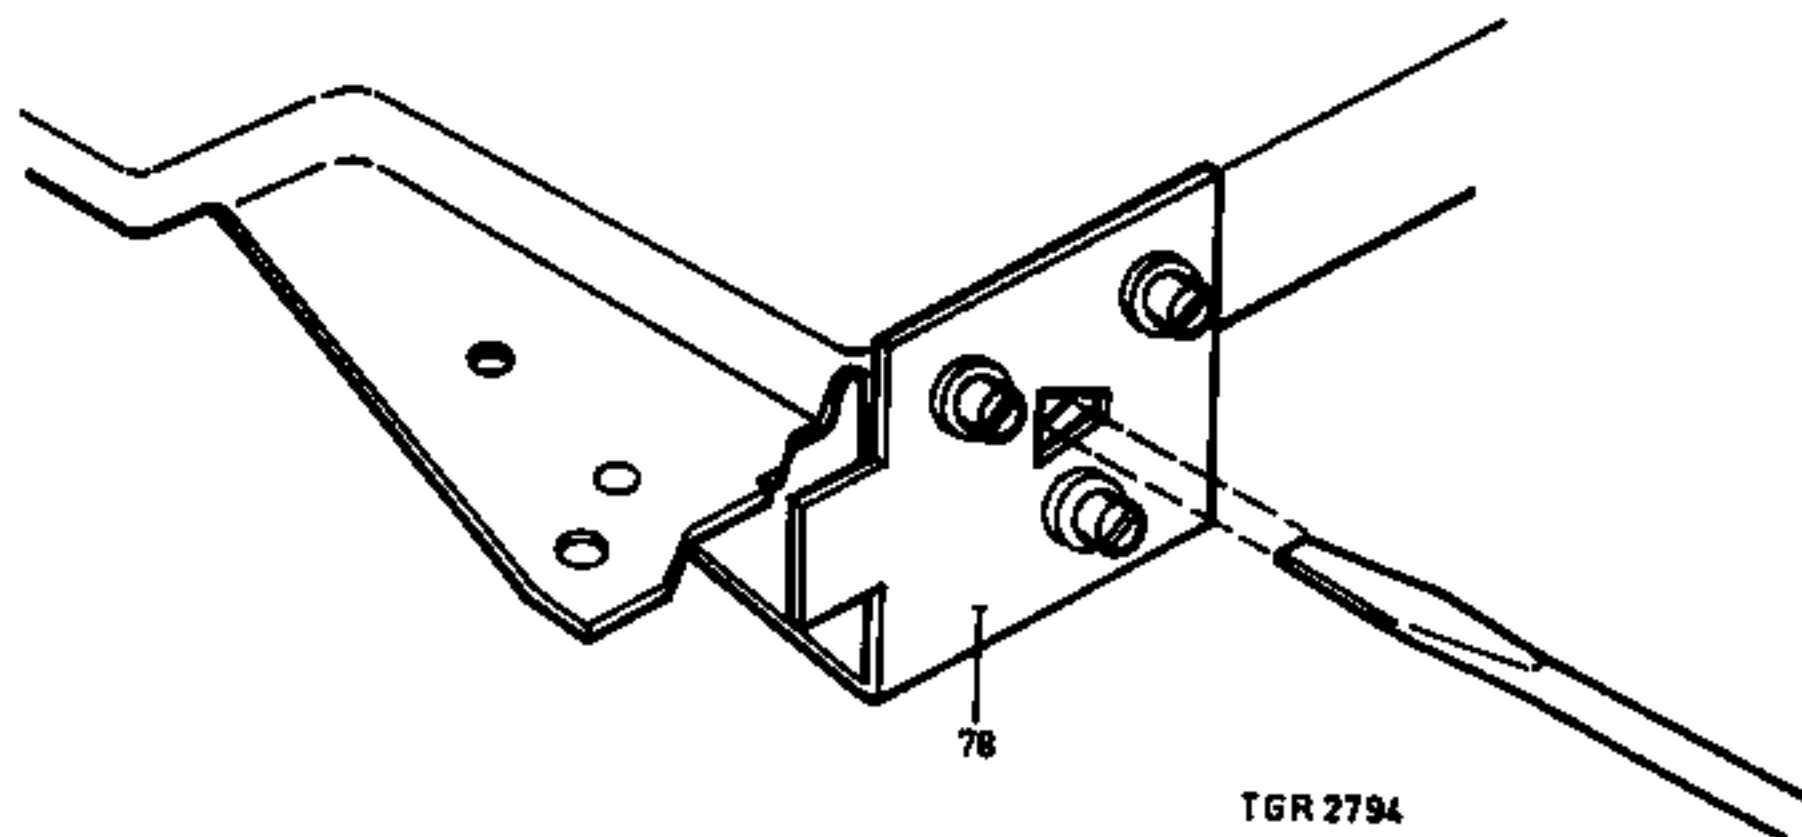

Fig. 4
Adjust this play by inserting a screwdriver in the hole in the lower bearing bracket (see Fig. 4)
Vervangen van aandrijfsnaar 75, fig. 2, fig. 4
N.B. Bij bevestiging van de onderlagerbeugel 78 van het vliegwiel dient er op gelet te worden dat de axiale speling van het vliegwiel 72 minimaal is (0,1-0,2 mm). Deze speling is met een schroevendraaier in te stellen in het gat in de onderlagerbeugel, zie fig. 4.